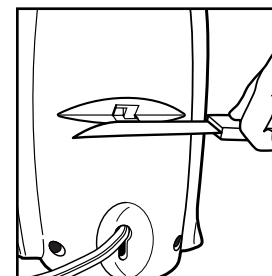

Figure 4
- Placez le côté coupant du couteau dans les encoches situées à l'arrière de l'ouvre-boîtes. Voir la Figure 4.